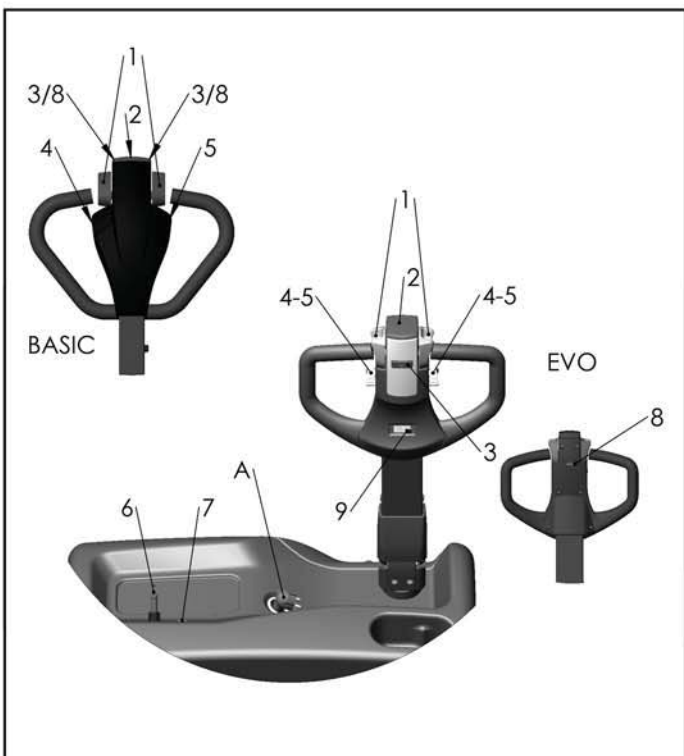

Fig.3 **Abb.3** **Kuva.3** **ΦΙΓ.3**
Antes de comenzar la carga, verificar la integridad de los conductores. Conectar el enchufe del cargador de la batería (A) a la red (fig.3). Cuando el ciclo de carga concluye, el cargador de la batería abre el circuito para interrumpir el paso de la corriente y se enciende el piloto verde para indicar la condición. Desenchufar el enchufe (A) de la red. Un ciclo de carga normal requiere entre 10 y 12 horas. Se recomienda recargar la batería al final del turno de trabajo en que debe utilizarse la carretilla. La carga de batería está concebida para asegurar una carga de mantenimiento, por un cierto periodo de tiempo, después de la carga completa. No existe el riesgo de sobrecarga, por lo tanto, no es necesario desconectar la carga de batería después de la recarga completa.
- Interrumpa el uso del carro cuando el indicador de la batería (ref.7/fig.3) se encuentre en torno al 20% de carga disponible, y pongalo a recargar.